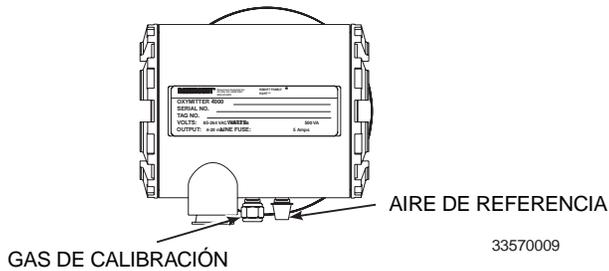

Figura 2-12. Conexiones de Gas del Oxymitter 4000
- b. **Gas de Calibración.** Se utilizan dos concentraciones de gas con el Oxymitter 4000: Gas bajo al 0,4% O₂ de y gas alto al 8% de O₂. Si desea obtener información sobre las conexiones para el Oxymitter 4000, consulte la Figura 2-12.